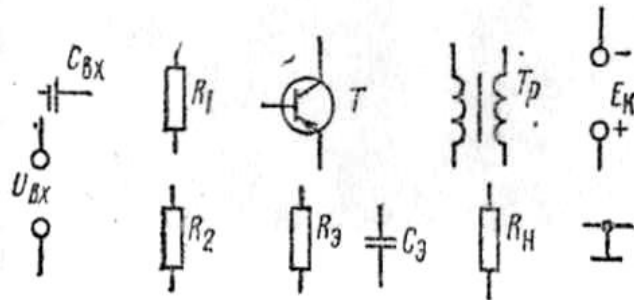

Рис. 111
**Задача 2 (вариант 21—30).** Составить схему оконечного трансформаторного усилителя мощности на транзисторе из элементов, указанных на рис. 111. Объяснить назначение элементов схемы и ответить на вопрос своего варианта из табл. 65.